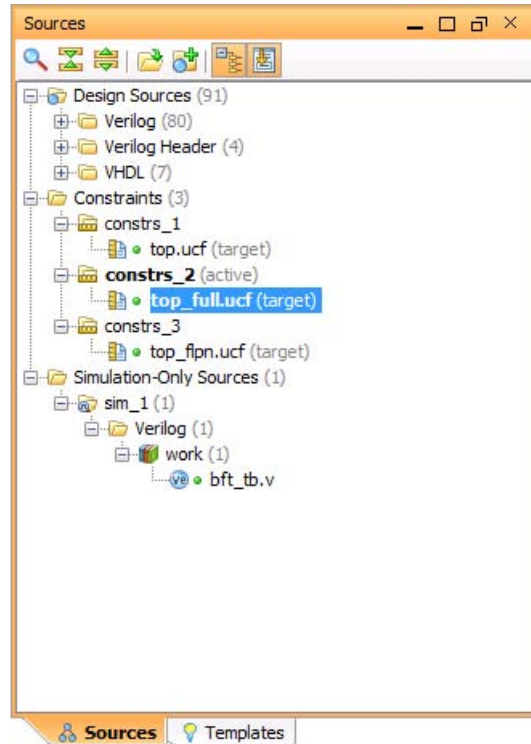

図 3 : constrs_2 を選択した [Sources] ビュー
3. [Sources] ビューで [constrs_2] → [top_full.ucf] がアクティブになっていることを確認します (図 3)。必要であれば、[constrs_2] を右クリックし、[Make active] を選択します。必要であれば、[Collapse All] ボタン  をクリックします。